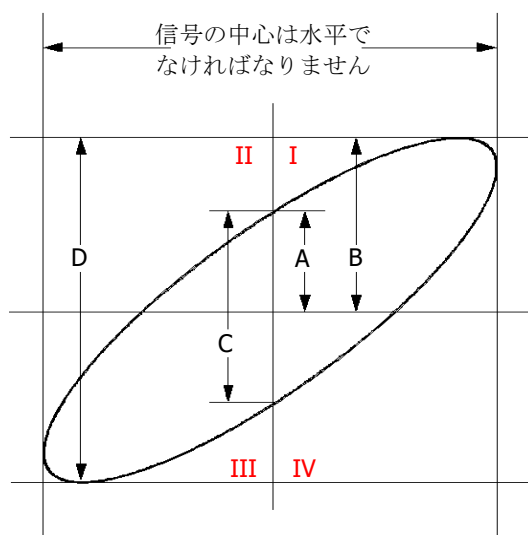

図 3-2 位相偏移の測定略図
5. 上図に示す測定結果を観察します。位相偏移の測定略図（図3-2に示す通り）に従うと、 A/B (C/D) = 1 となります。よって、位相偏移角は $\theta = \pm \arcsin 1 = 90^\circ$ となります。